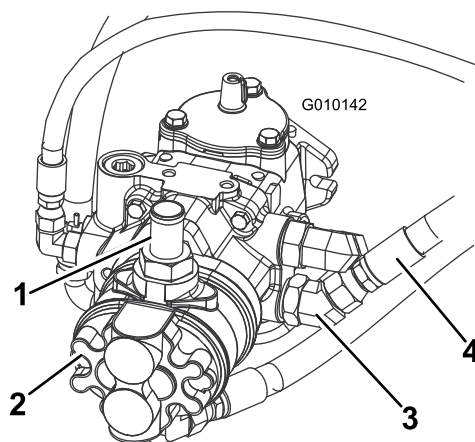
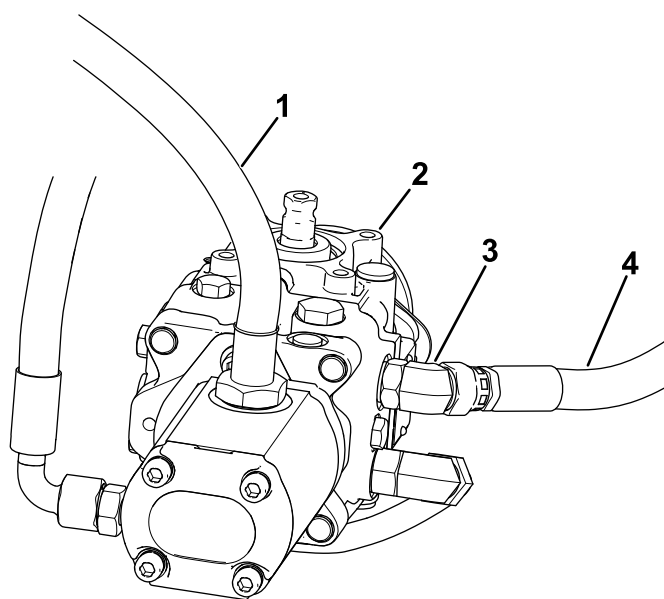
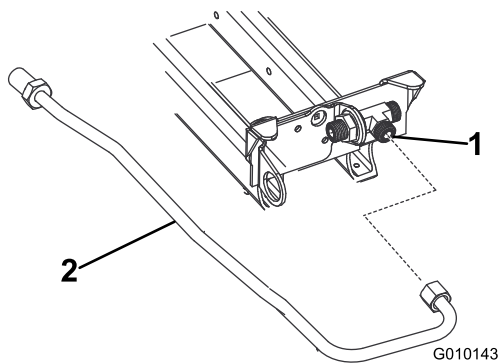

図 4
図 5
図 6
- ギアポンプの上側ホースを外して、出てくるオイルを全部抜き取る 図 4。油圧ハードラインを取り付け、ホースを元通りに接続する。
ポンプの下側ポート 図 4 の 45° フィッティングに取り付けられているホースを外して廃棄する 図 6。
ポンプの上側ポート 図 5 の 45° フィッティングに取り付けられているホースを外して廃棄する 図 6。
- シートベース下のT字フィッティングに、油圧ハードラインを接続する。ボルトナット類は 図 6 のように組み付ける。